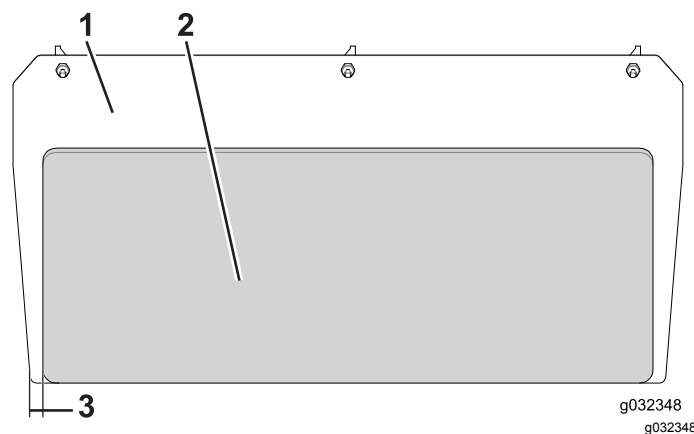

Рисунок 4
4. Удалите с обратной стороны защитный слой и приложите щиток задней панели к задней панели со стороны двигателя (Рисунок 4).
**Примечание:** Расположите щиток задней панели в средней части по ширине пластины, оставив 29 мм от каждого края (Рисунок 4).